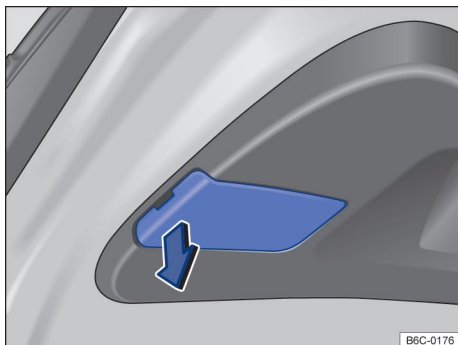

Fig. 135 Na tampa traseira: desmontar a cobertura da lanterna traseira.
3. Remover cuidadosamente a cobertura → Fig. 135 na tampa pelo rebaixo existente.